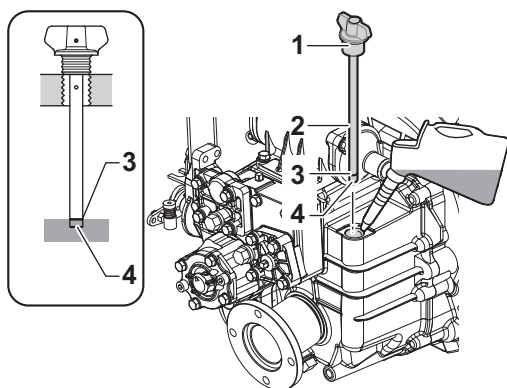

Abbildung 7
2. Füllstutzendeckel (**Abbildung 7, (1)**)
3. Ölpeilstab entfernen (**Abbildung 7, (2)**)
Zeichnung (**Abbildung 7**).
oberen (**Abbildung 7, (3)**) und unteren
(**Abbildung 7, (4)**) Markierungen des
Pegelstab (**Abbildung 7, (3)**) einfüllen.